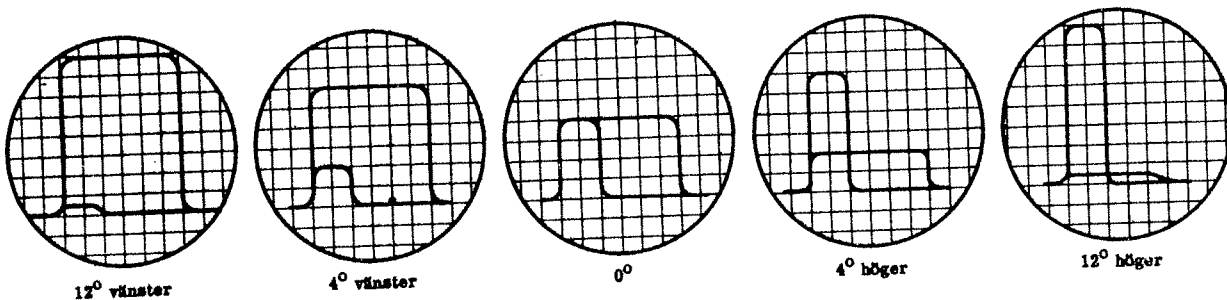

Bild 5
43. Vrid karossen till motsatta ändläget, och observera hur den korta pulsen minskar i amplitud under det att den långa ökar. Se bild 5. Vid ytterläget skall den korta pulsen i det närmaste vara försvunnen.